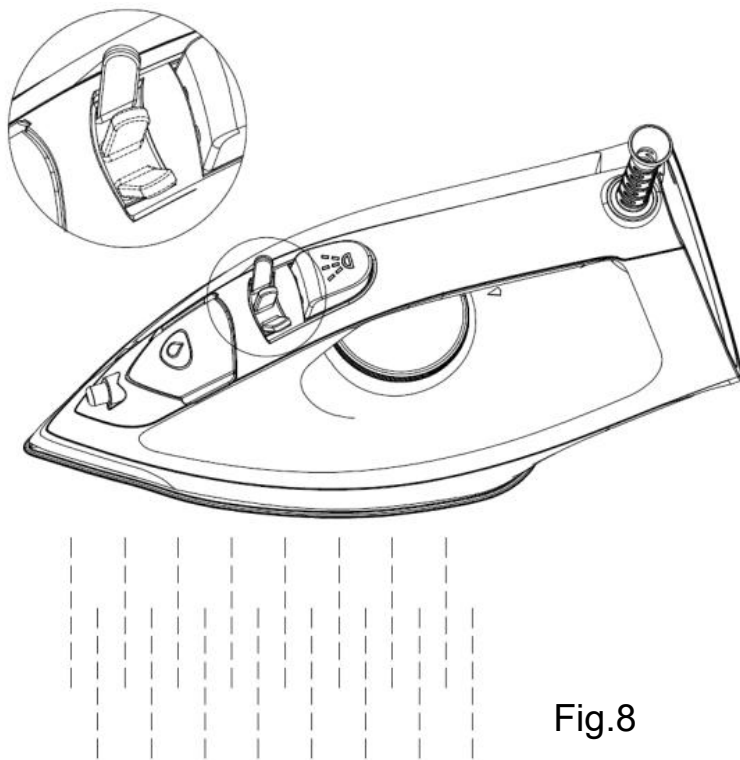

Fig.8
22. Il faut nettoyer l'appareil régulièrement en fonction de la dureté de l'eau et de la fréquence d'utilisation . Pour activer la fonction Clean, tournez le bouton Steam sur le réglage Clean et maintenez-le enfoncé (voir Fig. 8), puis l'appareil passe en mode Clean. L'appareil passe en mode Steam après avoir relâché le bouton Steam.
- (3) Ne touchez jamais la semelle chaude avant qu'elle n'ait refroidi !
- (4) Pour que la semelle reste lisse, évitez tout contact de la semelle avec des objets métalliques. N'utilisez jamais de tampon à récurer, de vinaigre ou d'autres produits chimiques pour nettoyer la semelle.
8. Nettoyez régulièrement l'intérieur de l'appareil en activant la fonction Clean (voir Fig.8).